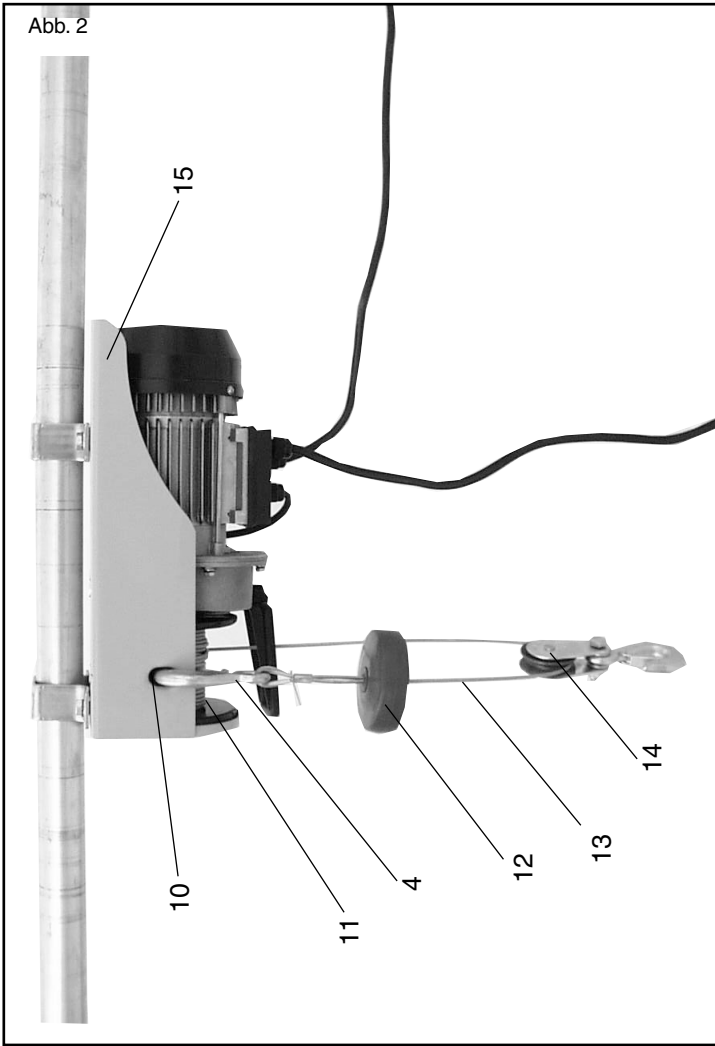

Abb. 3
15. Das Seil gemäß Abb. 3 auf-